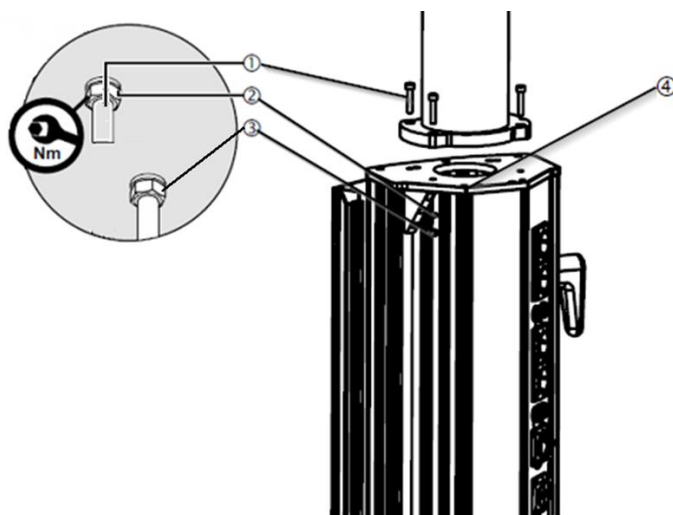

Fig. 16 Démontage / montage de la tête d'entretien sur le tube de descente.
- Desserrez les 4 vis à tête cylindrique M8 (1) qui fixent la tête de service.
- Faites passer avec précaution les nouveaux tuyaux (1) à travers le système suspendu et sur la plaque d'interface, comme indiqué dans la figure 16.